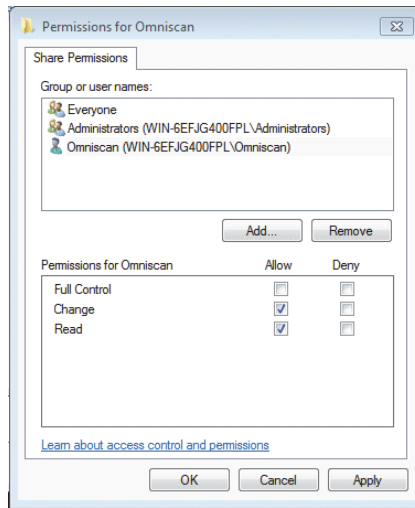

Figura 7-33 Cuadro de diálogo Permissions for Omniscan (Windows 7)
14. En el cuadro de diálogo **Permissions for Omniscan**, seleccione las casillas de verificación para el usuario OmniScan: **Change** (Cambiar) y **Read** (Leer) en la columna **Allow** (Permitir) y, después, haga clic en el botón **OK**. Véase la Figura 7-33 en la página 242.